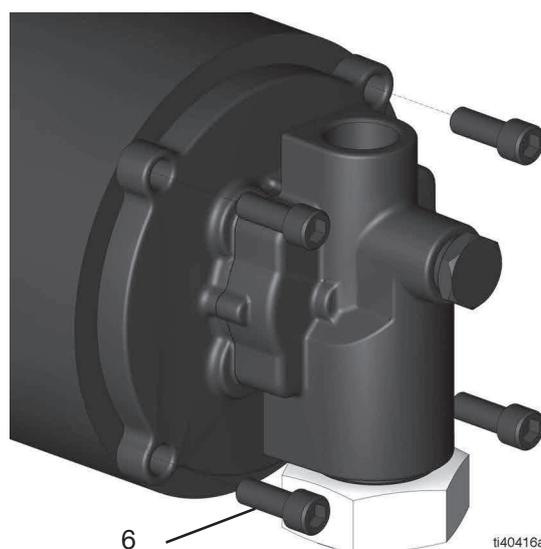

FIG. 4
5. Quite los cuatro tornillos Allen (6) con una llave hexagonal de 8 mm (5/16 pulg.) (FIG. 4).
3. Coloque y apriete los cuatro tornillos Allen (6) con una llave hexagonal de 8 mm (5/16 pulg.) (par de apriete de 27,1 N•m) (consulte la FIG. 4).